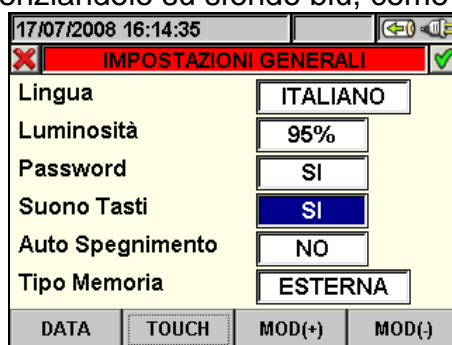

Fig. 14: Videata Impostazione Suono Tasti
1. Posizionare il cursore con i tasti freccia alto o basso sul campo corrispondente alla voce "Tipo Memoria" evidenziandolo su sfondo blu, come mostrato in Fig. 14